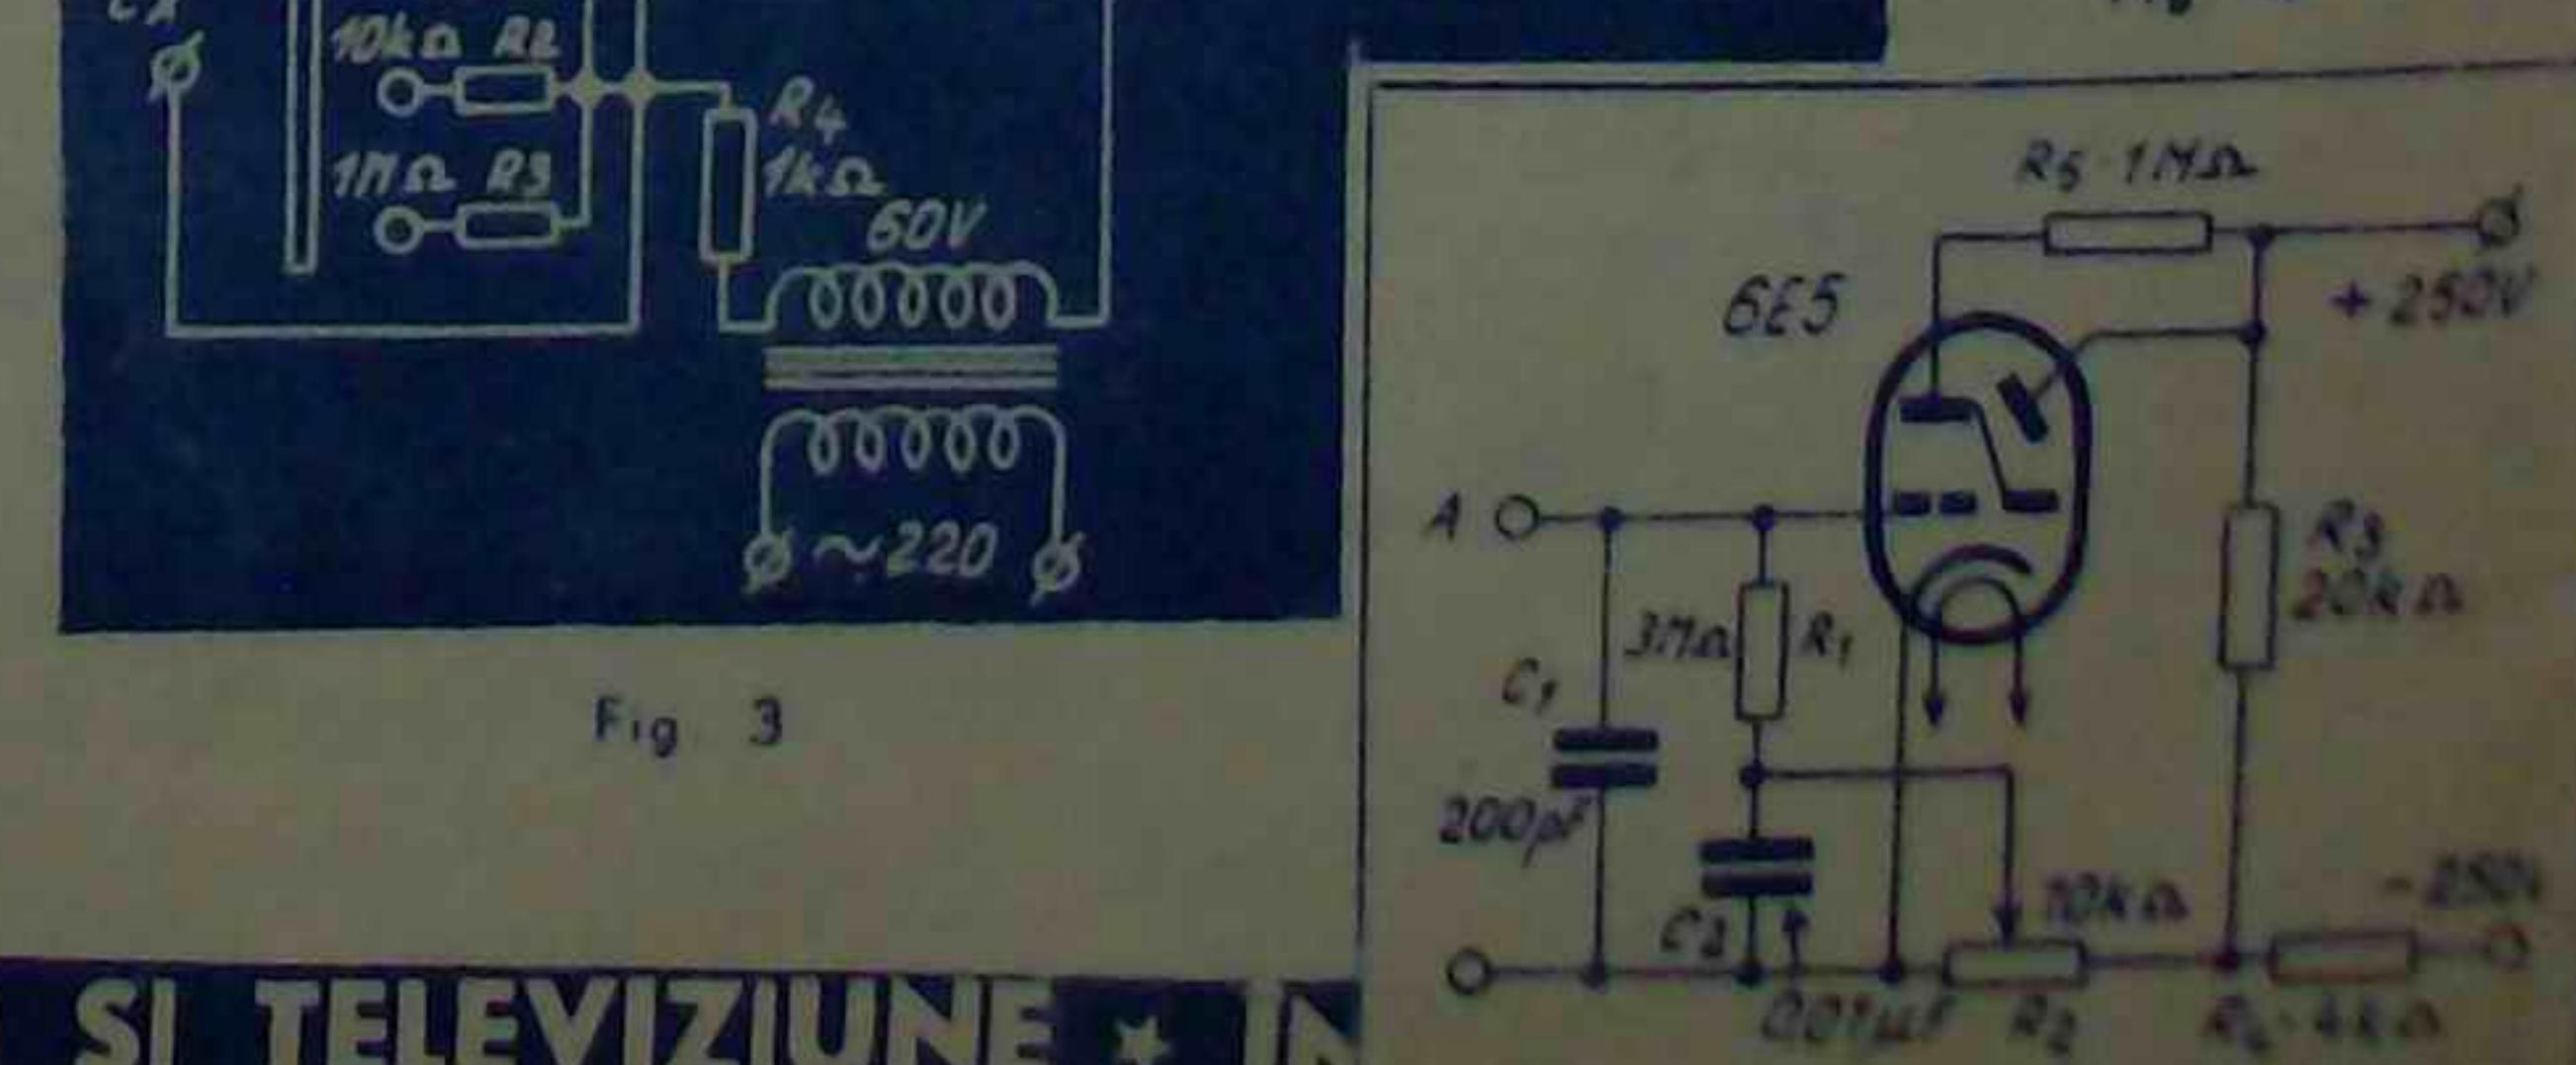

Fig. 3
**Punte pentru măsură rezistențe și capacitați.** Schema aparatului reprezintă o punte alimentată cu curent alternativ de la rețea, în care instrumentul indicator este un „ochi magic”. Schema (fig. 3) permite măsurarea rezistențelor de la 10 ohmi la 10 Mohm și capacității